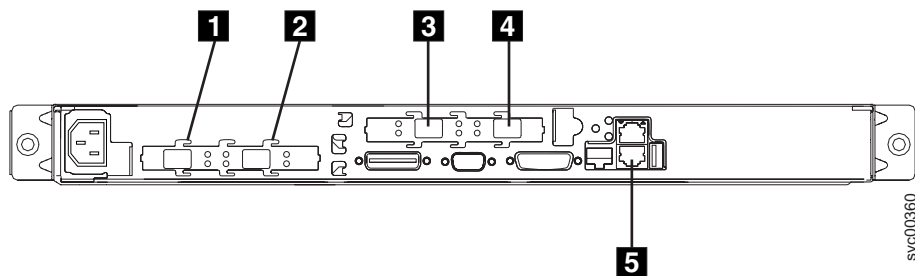

図 121. SAN ボリューム・コントローラー 2145-4F2 の後部にあるコネクタ
1. イーサネット・ケーブルを 図 121 のイーサネット・ポート 1 **5** に接続します。